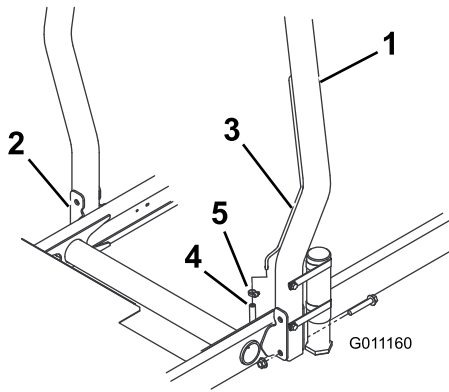

Figure 12
sécurité doit être placé du côté gauche de la machine (Figure 12).
2. Fixez chaque côté de l'arceau de sécurité aux supports de montage avec 2 boulons à embase et contre-écrous (Figure 12). Serrez les fixations à 81 Nm.